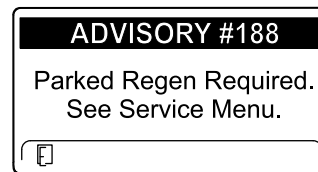

Bild 36
- Eine geparkte Regenerierung ist erforderlich, ADVISORY #188 (Bild 36)